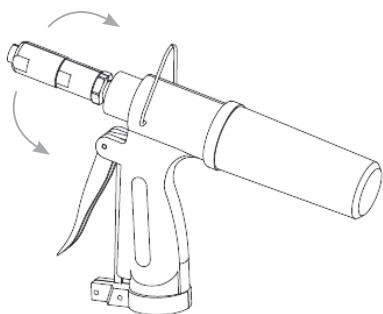

Рис. 4. Регулировка заклепочного захвата
3. Поверните корпус зажима против часовой стрелки, чтобы зажимы затянули заклепку. Поверните по часовой стрелке, чтобы ослабить зажимы на заклепке (рис. 4).